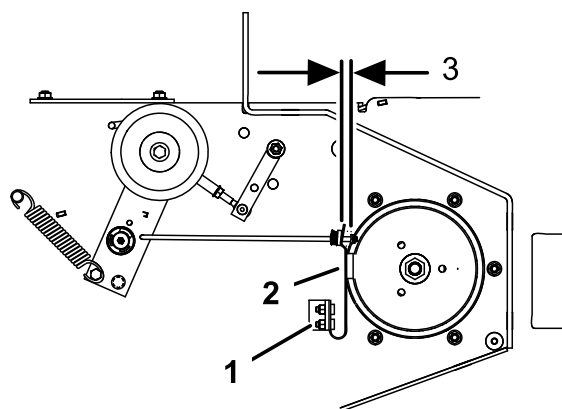

Figura 53
3. Si es necesario, ajuste los pernos de montaje del muelle hasta que la pastilla de freno de la cuchilla roce contra ambos lados de la ranura de la polea (Figura 53).
4. Ajuste la tuerca del extremo de la varilla de freno de la cuchilla hasta que quede un espacio de 3–5 mm (1/8–3/16 pulg.) entre la tuerca y el espaciador (Figura 53).